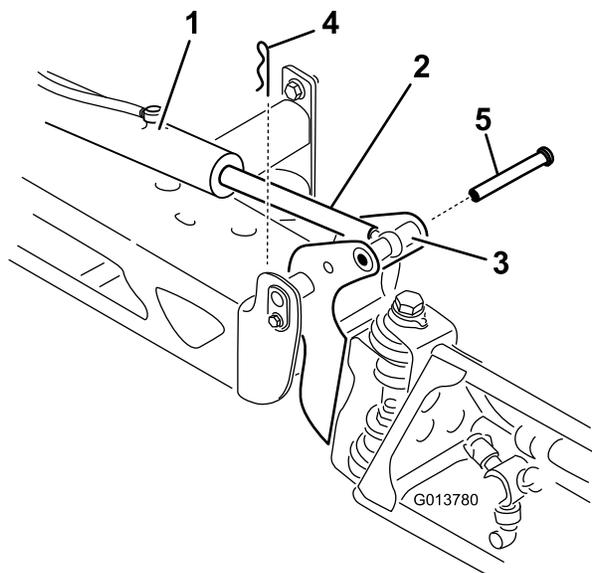

Рисунок 13
2. Извлеките шплинт из оси поворота (Рисунок 13).
3. Поднимите стрелу, извлеките штифт (Рисунок 13) и медленно опустите стрелу на землю.
8. Поднимите стрелу, чтобы совместить ось поворота со штоком привода. Удерживая стрелу, вставьте штифт сквозь ось поворота стрелы и шток привода (Рисунок 13).